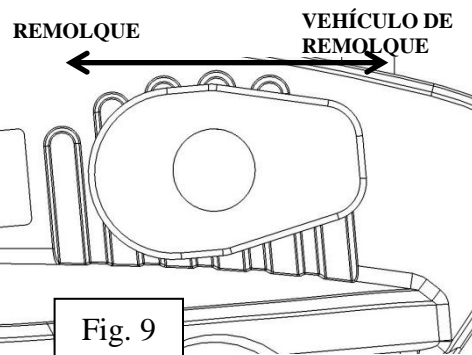

Fig. 9
17. Establezca el ángulo del soporte de la esfera alineando la arandela dentada con las ranuras en el soporte de la esfera como se muestra en la Fig. 9.